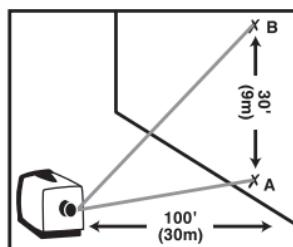

Fig. 9
3. Rodar a cabeça do aparelho com a mão até que o raio laser se posicionar mais ou menos no ponto "A" (Fig. 9). Marcar o ponto "A" na parede.